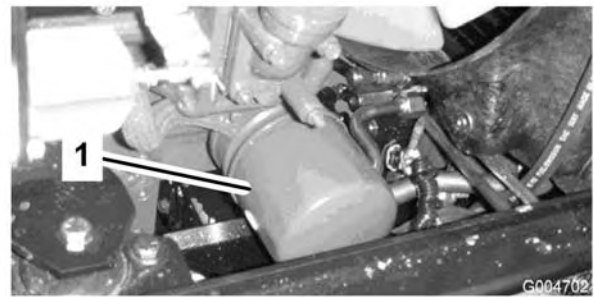

Figura 49
2. Retire el filtro de aceite (Figura 49). Aplique una capa ligera de aceite limpio al filtro nuevo antes de enroscarlo. **No apriete demasiado.**